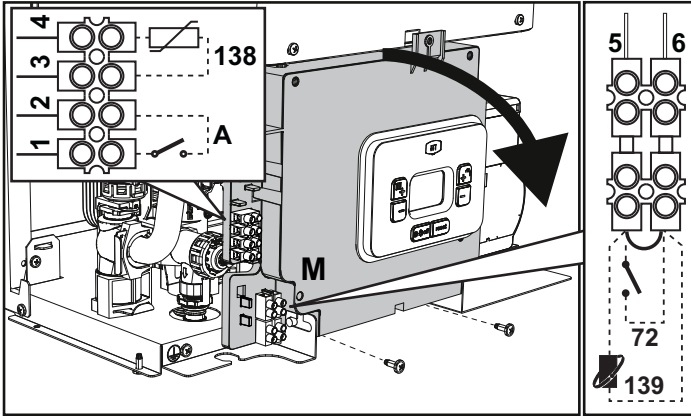
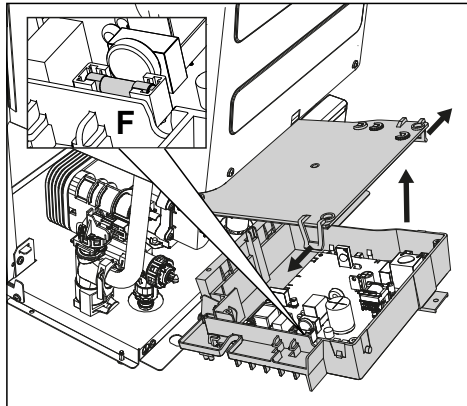

fig. 18
fig. 19
Tras quitar el panel frontal (*** 'Apertura del panel frontal' on page 75 ***), es posible acceder a las regletas de conexión (M) y al fusible (F) según las indicaciones siguientes (fig. 18 e fig. 19). **Los bornes indicados en la fig. 18 deben tener contactos secos (no 230V).** La posición de los bornes para las diferentes conexiones también se ilustra en el esquema eléctrico de la fig. 39.
Configuración del interruptor ON/OFF (A, fig. 19)